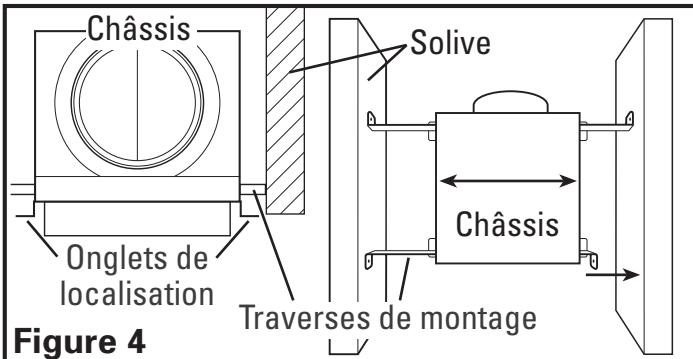
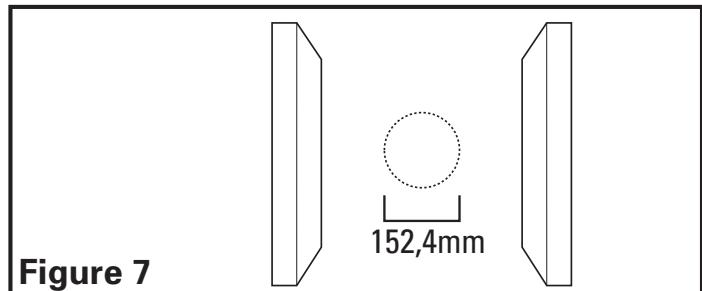
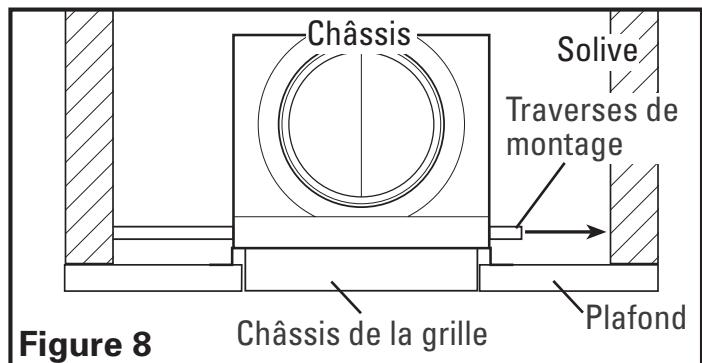

Figure 4
Figure 7
Figure 8
1. Installation des traverses de montage : Installez les traverses à travers le châssis de la grille et placez-les à côté de la solive. En vous aidant des onglets de repère situés sur le châssis, alignez-les de sorte à ce qu'ils soient à effleurement de la partie inférieure de la solive. Fixez l'extrémité des traverses aux solives, en vous servant des vis de 25,4 mm incluses, et faites glisser le châssis en position finale (Figure 4).
- Installation des traverses de montage :** Déterminez l'emplacement de la grille et découpez une ouverture circulaire de 152,4 mm en faisant attention de ne pas couper ou endommager des composantes électriques ou tout autre matériel dissimulé (Figure 7). Installez les traverses sur le châssis et placez le collet du châssis de la grille dans l'ouverture découpée de sorte qu'elle soit à effleurement du plafond final (Figure 8). Fixez les extrémités des traverses aux solives (Figure 4).